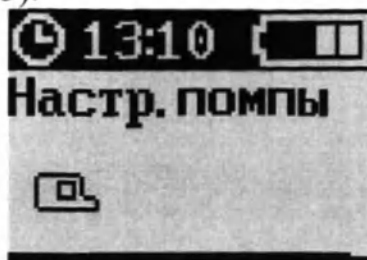

Рисунок 145 – Экран «НАСТР.ПОМПЫ»
2. Кнопками «ВВЕРХ» и (или) «ВНИЗ» выбрать пункт меню «НАСТР.ПОМПЫ» (рисунок 145).